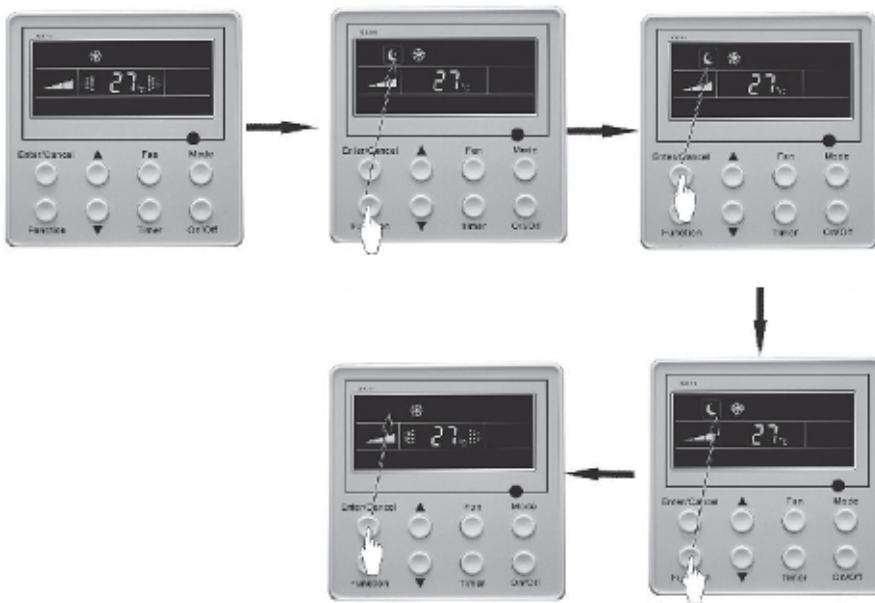

Рис. 5.8
5.2.5.1 Для установки функции Сон (Sleep) необходимо при **включенном в работу** кондиционере кнопкой **FUNCTION** выбрать функцию **Sleep** и нажать кнопку **ENTER/Cancel**. (Рис. 5.8).